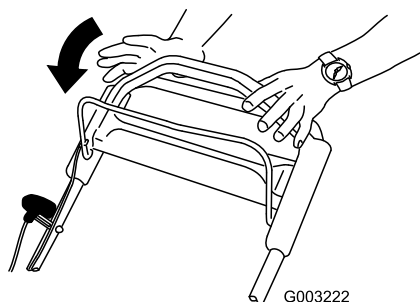

Figura 17
1. Suelte la barra de control de la cuchilla (Figura 17).